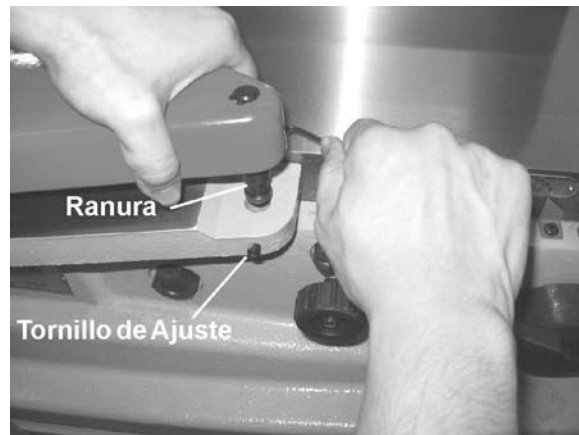

Figura 6
3. Descienda el eje de la guarda en el orificio del borde de ensamblado de la canteadora. Vea la Figura 6. La guarda debería ser posicionada en el orificio con la distancia suficiente, tal que la estría en el eje de la guarda coincida con el eje de la manija de bloqueo (Figura 6).
5. Ajuste por completo el tornillo de ajuste (Figura 6), mientras continúa sujetando la llave allen y el pasador con su mano derecha.
6. Cuando la guarda esté asegurada, retire la llave allen del pasador. Afloje ligeramente el tornillo de ajuste (Figura 6) hasta que el pasador se trabe de vuelta contra el borde de ensamblado.
7. Reajuste el tornillo de ajuste (Figura 6).